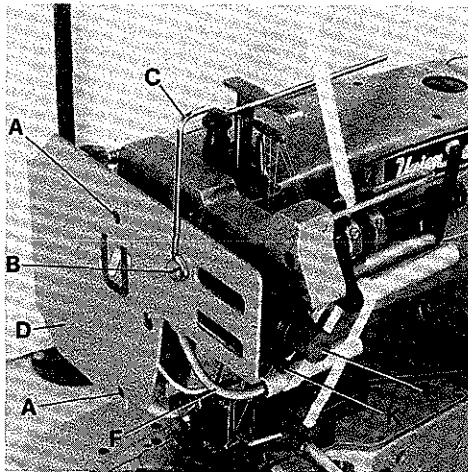
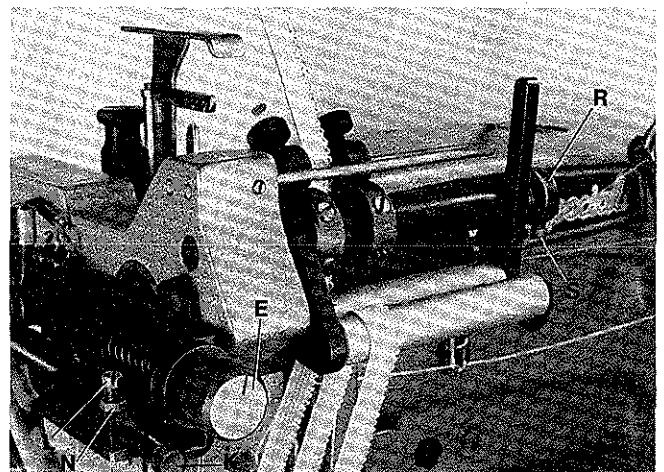
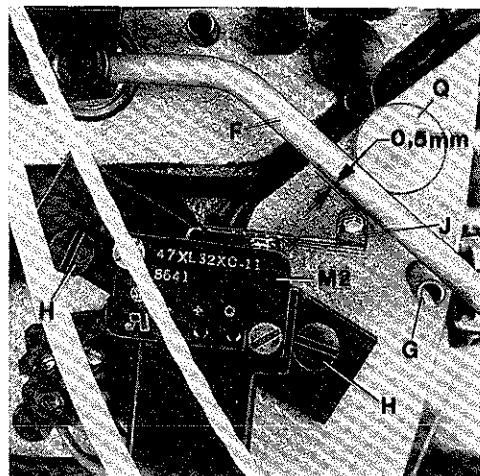

Fig.55
Fig.56
Fig. 57
The tension of lace or elastic is adjusted with thumb screw (E, Figs. 55 and 56). Turning thumb screw (E) clockwise increases the tension and causes ruffling. Turning thumb screw (E) counterclockwise decreases the tension for even flat attaching of lace or elastic.
The second lace or elastic tension on the two stage metering device is selected while sewing with a knee valve actuated air cylinder. The tension is adjusted with thumb screw (K, Figs. 55 and 56), by changing the travel length of the piston of the cylinder. Loosen lock nut (N, Fig. 56) and screw (L). Turning thumb screw (K, Figs. 55 and 56) counterclockwise increases the tension, turning clockwise decreases the tension. Retighten the screw and lock nut.
Die Spannung von Spitze oder Gummiband wird mit der Rändelschraube (E, Fig. 55 und 56) eingestellt. Drehen der Rändelschraube (E) im Uhrzeigersinn erhöht die Spannung und bewirkt Rüschen. Drehen der Rändelschraube (E) im Gegenuhrzeigersinn verringert die Spannung zum glatten, flachen Annähen von Spitze oder Gummiband.
Die zweite Spitzen- oder Gummibandspannung wird bei der zweistufigen Zumeßeinrichtung während des Nähens mit einem durch Knieventil betätigten Luftzylinder angewählt. Die Spannung wird, durch Verändern des Kolbenweges des Zylinders mit der Rändelschraube (K, Fig. 55 und 56) eingestellt. Lösen Sie die Kontermutter (N, Fig. 56) und die Schraube (L). Drehen der Rändelschraube (K, Fig. 55 und 56) im Gegenuhrzeigersinn erhöht die Spannung, drehen im Uhrzeigersinn verringert die Spannung. Ziehen Sie die Schraube und die Kontermutter wieder an.
The pressure of tension roller against the puller roller of the metering device can be changed. For setting loosen the two screws (S, Fig. 56) in collar (R). Turning collar clockwise reduces the pressure, turning it counterclockwise increases the pressure. Retighten screws (S).
For setting the micro switches turn out screws (A and B, Fig. 55) and remove lead-in wire (C) and head cover (D).
For setting the micro switch (M2, Fig. 57), actuating lever (F) must rest on roll pin (G).
Loosen the two screws (H, Fig. 57) and position the micro switch (M2) so the roller lever (J) of switch has still an end play of approx. 0,5 mm (.020 in.) (see Fig. 57) below actuating lever (F) resting on roll pin (G), in order not to damage the switch. Retighten screws (H).
The micro switch (M2, Fig. 57) is set correctly when the motor of the metering device switches on after actuating lever (F) raises from roll pin (G).
Micro switch M2, Figs. 57 and 58:
For setting the micro switch (M2, Fig. 57) actuating lever (F) must rest on roll pin (G). In this position of the actuating lever, the roller lever (J) of switch should have an end play of approx. 0,5 mm (.020 in.) downwards (see Fig. 57).
Zur Einstellung lösen Sie die beiden Schrauben (S, Fig. 56) im Stelling (R). Drehen des Stellinges im Uhrzeigersinn verringert den Druck, drehen im Gegenuhrzeigersinn verstärkt ihn. Ziehen Sie die Schrauben (S) wieder an.
Zur Einstellung der Mikroschalter drehen Sie die Schrauben (A und B, Fig. 55) heraus und entfernen den Führungsbügel (C) und den Kopfdeckel (D).
Zur Einstellung des Mikroschalters (M2, Fig. 57) muß der Schaltbügel (F) auf der Spannhülse (G) aufliegen.
Lösen Sie die beiden Schrauben (H, Fig. 57) und positionieren Sie den Mikroschalter (M2) so, daß der Rollenhebel (J) des Schalters noch etwa 0,5 mm Spiel (siehe Fig. 57) nach unten hat, wenn der Schaltbügel (F) auf der Spannhülse (G) aufliegt, damit der Schalter nicht beschädigt wird. Ziehen Sie die Schrauben (H) wieder an.
Der Mikroschalter (M2, Fig. 57) ist richtig eingestellt, wenn beim Abheben des Schaltbügels (F) von der Spannhülse (G) der Motor des Zumeßgerätes einschaltet.
Mikroschalter M2, Fig. 57 und 58:
Zur Einstellung des Mikroschalters (M2, Fig. 57) muß der Schaltbügel (F) auf der Spannhülse (G) aufliegen. In dieser Stellung des Schaltbügels soll der Rollenhebel (J) des Schalters noch etwa 0,5 mm Spiel nach unten haben (siehe Fig. 57).
The actuating lever (F, Fig. 55) effects by switching on and off the motor of the metering device with micro switch (M2, Fig. 57), that the required amount of lace respectively elastic is metered exactly under the preset tension.
Der Schaltbügel (F, Fig. 55) bewirkt durch Ein- und Ausschalten des Motors des Zumeßgeräts mit dem Mikroschalter (M2, Fig. 57), daß die benötigte Spitzen- bzw. Gummibandmenge unter der voreingestellten Spannung genau zugemessen wird.